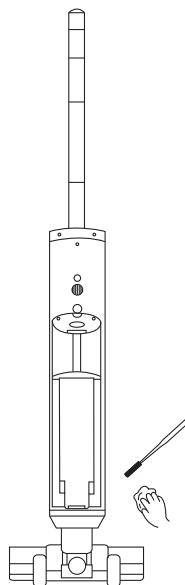

Рис. 1
- Возьмите входящую в комплект щетку для очистки пылесоса и прочистите всасывающее отверстие (Рис. 1).